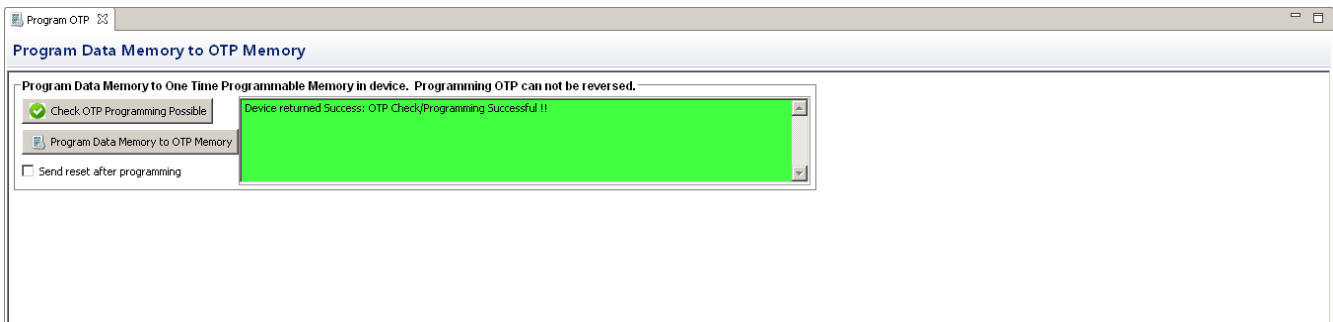

图 3-7. 显示成功的“Program OTP”（编程 OTP）窗格
5. 选择“Check OTP Programming Possible”（检查 OTP 编程可能性）按钮。如果不成功，则尽可能根据建议进行调整。如果成功，显示应与图 3-7 类似。